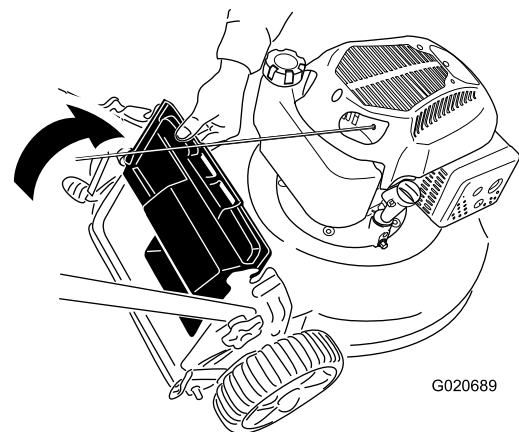

Figura 22
2. Levante o deflector traseiro e segure-o (Figura 22).